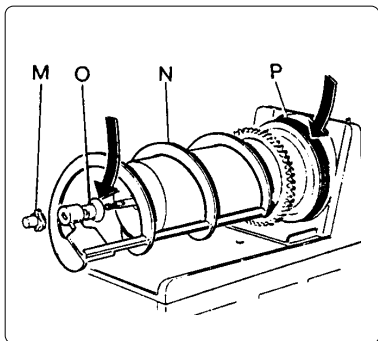

Fig. 16
- f) Remontez le groupe qui sert à mélanger le produit en effectuant les opérations suivantes (voir la fig. 16):
- enduisez le joint (O) de graisse de vaseline pour faciliter le glissement et l'étanchéité (opération indispensable);
- remontez le joint (P);
- remontez la spirale qui sert à racler (N);
- fixez tous les éléments en vissant le pommeau (M) dans le sens inverse des aiguilles d'une montre.